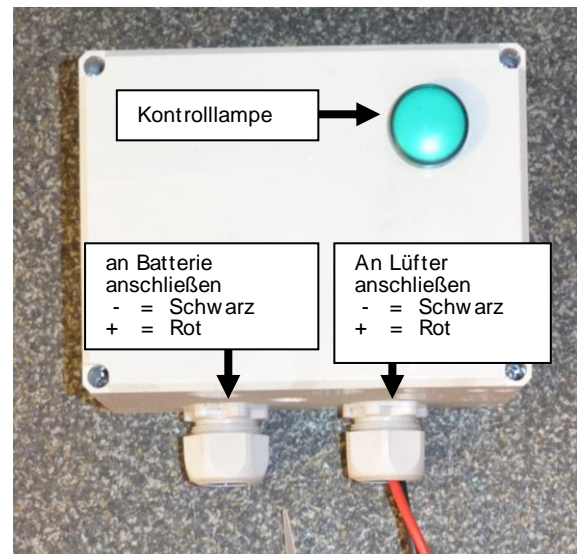

Abbildung 3.1.2
- F** Die Installation ist mit einem 24 Volt Lüfter ausgestattet: Schließen Sie die Leitungen der Schaltkaste an (Abbildung 3.1.2).
D: Prüfen Sie die Funktionsfähigkeit des Lüfters. Prüfen Sie ob die Kontrolllampe leuchtet (Abbildung 3.1.2). Die Sicherung befindet sich in den Schaltkasten.
- F:** Prüfen Sie die Funktionsfähigkeit des Lüfters. Prüfen Sie ob die Kontrolllampe leuchtet (Abbildung 3.1.2). Die Sicherung befindet sich in den Schaltkasten.
E: Prüfen Sie ob die Kontrolllampe leuchtet (Abbildung 3.1.2). Die Sicherung befindet sich in den Schaltkasten.